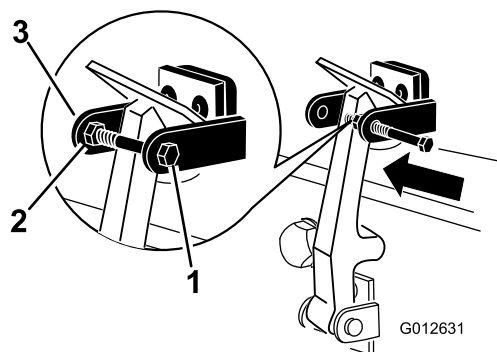

Figure 9
7. Vissez le boulon dans l'autre bras du support de verrouillage pour bloquer ce dernier en position (Figure 9). Serrez fermement le boulon mais pas l'écrou.